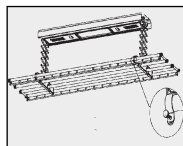

图8
7. 将连接在一起的衣被杆, 用螺丝固定在剪刀架上(如图8)